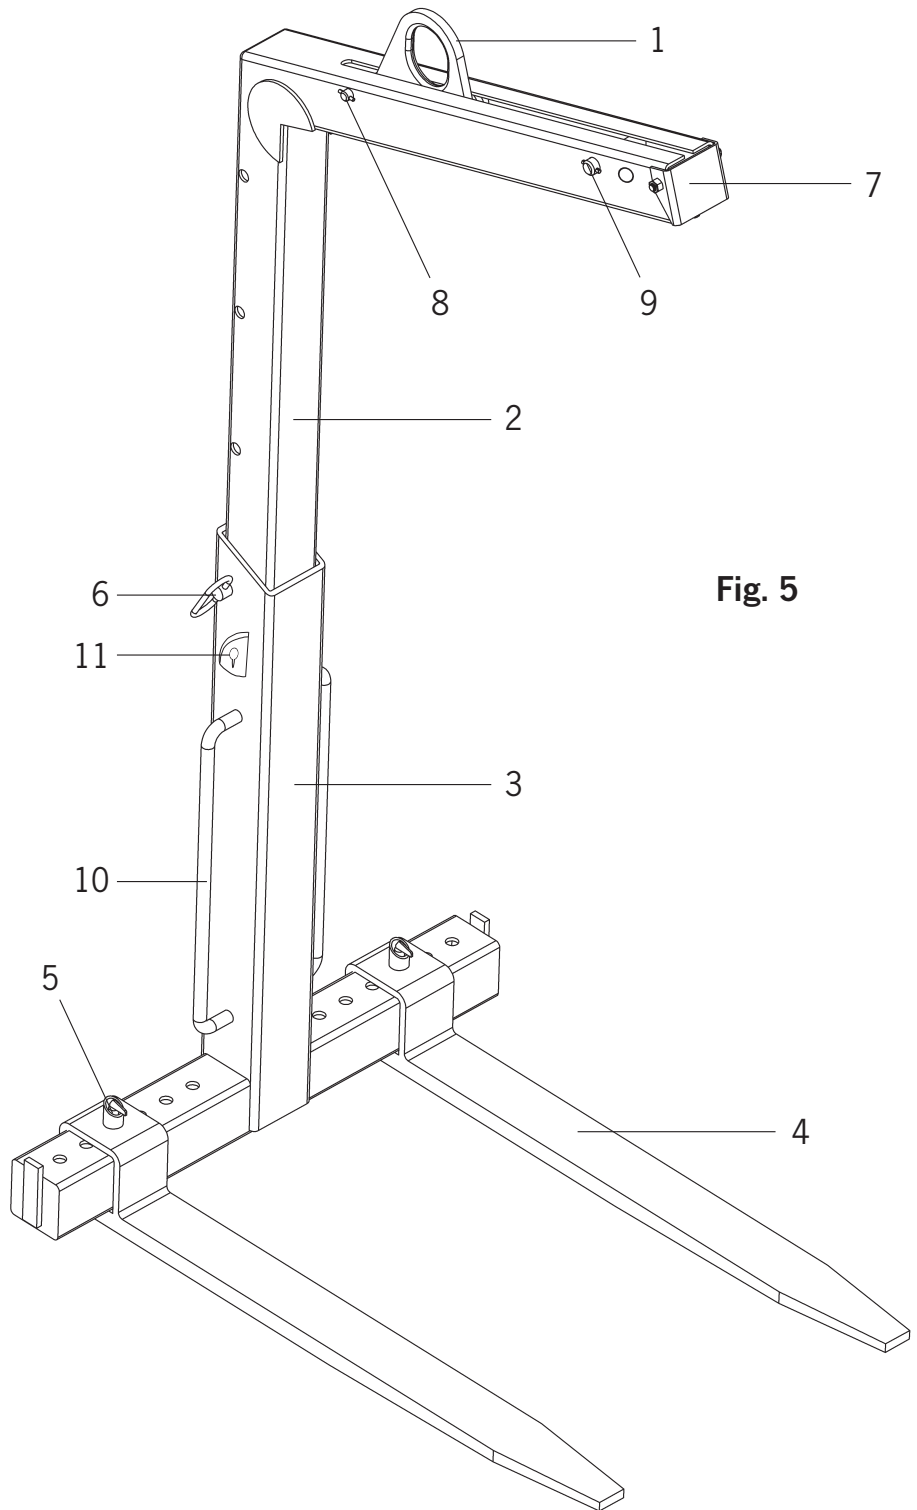

Fig. 5
- Compruebe el pasador de cierre (Fig. 5). El pasador de cierre instalado en la viga vertical para ajustar la altura libre debe moverse de forma suave y estar asegurado mediante la chaveta de seguridad.
- Retire el pasador de retención (Fig. 5).